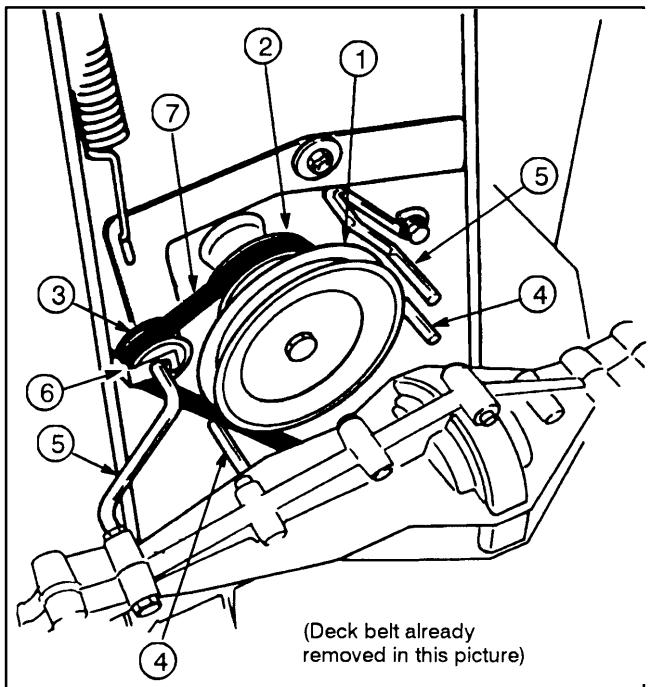

Abbildung 26
3. Den Antriebsriemen entfernen und auf mögliche Defekte oder Abnutzung prüfen (Abb. 26). Bei Bedarf einen neuen Treibriemen installieren.
4. Die Riemeführungen neben der Getriebelaufscheibe montieren (Abb. 26). Ebenfalls die Riemensicherung an der Mitläufelaufscheibe montieren und die Kontermutter festziehen.